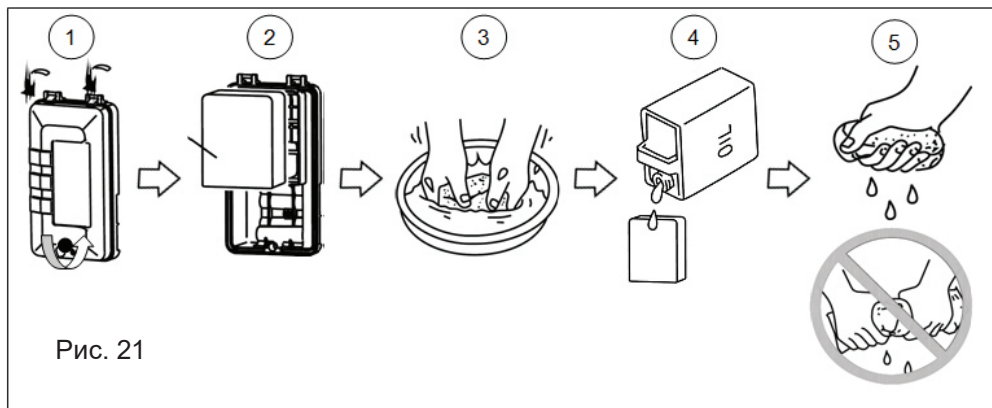

Рис. 21
1. Снимите крышку воздушного фильтра, открутив винт крепления крышки (рис. 21)